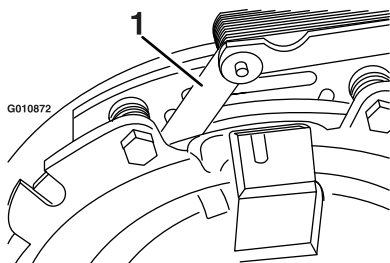

**Figura 67**
- B. Usando un alicate de punta fina, o a mano, sujete la pestaña y retire el suplemento (Figura 67).
Retire cualquier acumulación de hierba, suciedad u otros residuos de la rejilla del motor. Esto ayuda a asegurar una refrigeración adecuada y una velocidad de motor correcta, y reduce la posibilidad de sobrecalentamiento y daños mecánicos al motor (Figura 67).